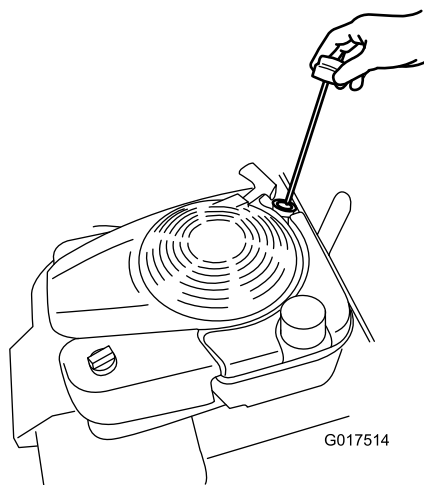

Figura 14
2. Retire a vareta do óleo (Figura 14).